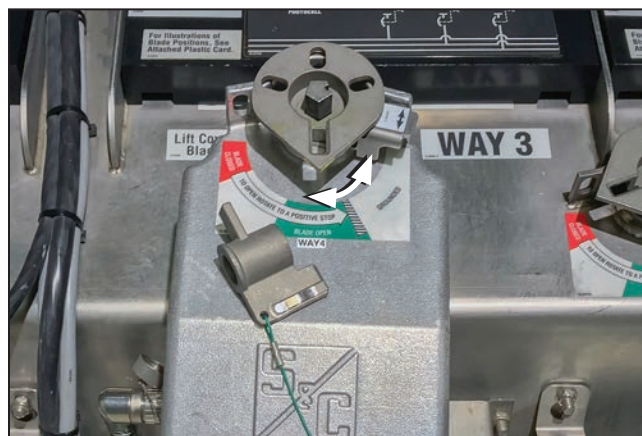

Figura 19. Moto operador recargado y en la posición Abierto.
PASO 7. Cuando opere desde la posición **Closed (Cerrado)** a **Open (Abierto)**, la palanca de operación debe girarse toda la vía hacia la línea, como se muestra en la etiqueta para recargar el mecanismo. Ver Figura 18 en la página 14. Para el interruptor de fallas tripolar, la palanca de operación no se puede quitar hasta que el mecanismo esté completamente cargado. Ver Figura 19.